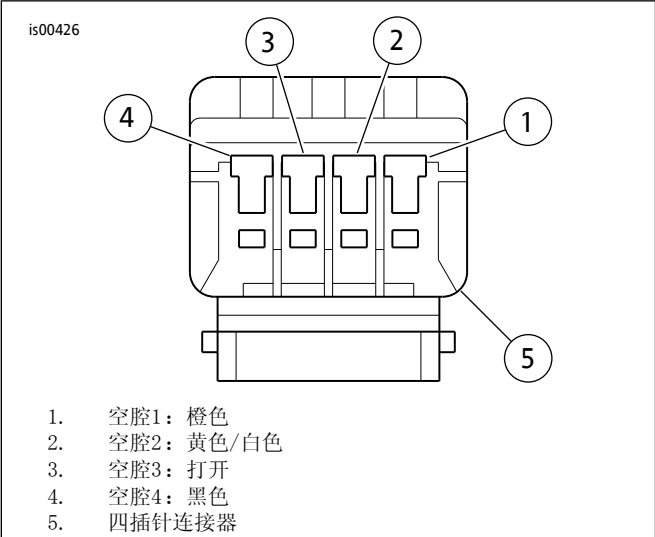

图2。四插针连接器（电线侧视图）
4. 参见图2。把三条电线（1、2和4）安装到套件中4插针连接器的正确空腔内。参阅维修手册中的“AMP MULTILOCK电气连接器，安装插座/插针接线端”章节。